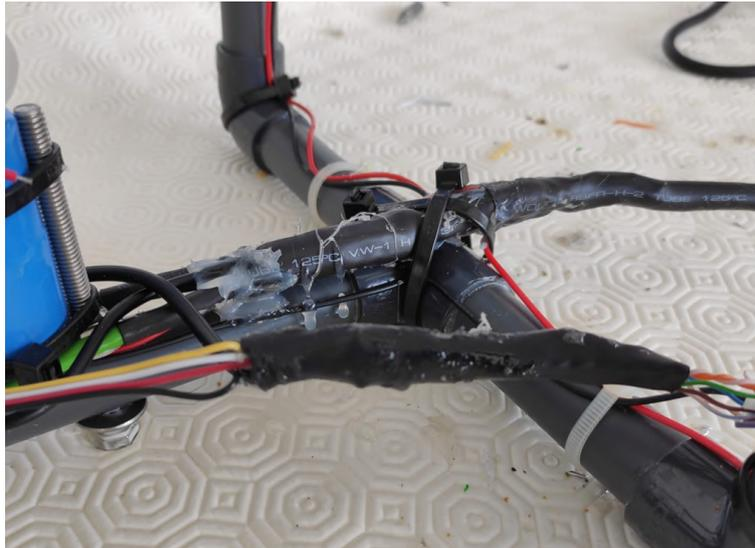

Figura 51. Ligação isolada com manga termorretrátil e silicone.
Todas as ligações que são efetuadas no chassi do ROV devem ser muito bem isoladas, pois estarão em contacto permanente com a água. Para isso, depois de soldar os fios deve ser aplicada cola quente ou silicone e finalmente uma manga termorretrátil (Figura 51). Os procedimentos detalhados são o que se indicam de seguida.
10. Colocar cola quente ou silicone sobre as ligações efetuadas ao umbilical, rapidamente puxar a manga termorretrátil inserida aquando da marcação dos cabos e aplicar calor para que fique justa aos cabos, tornando a ligação mais segura e protegida (Figura 51). **Atenção que deve colocar as mangas antes de soldar os fios, conforme previamente indicado.**